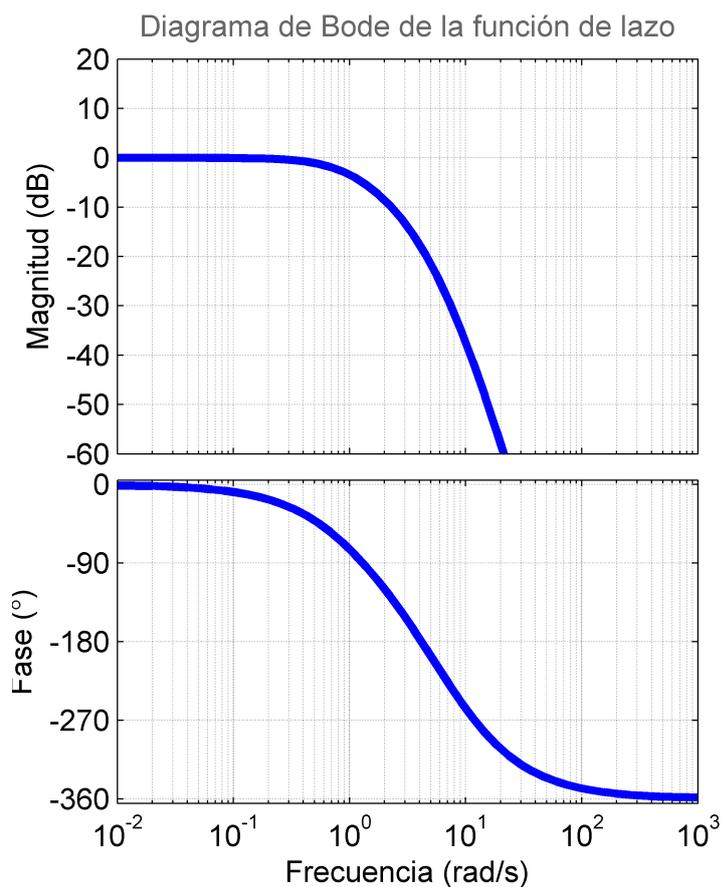

Figura 1: Diagrama de Bode de  $G(s)$
1. Un sistema presenta el diagrama de Bode que se muestra en la figura 1. Asumiendo realimentación unitaria y utilizando un regulador proporcional: